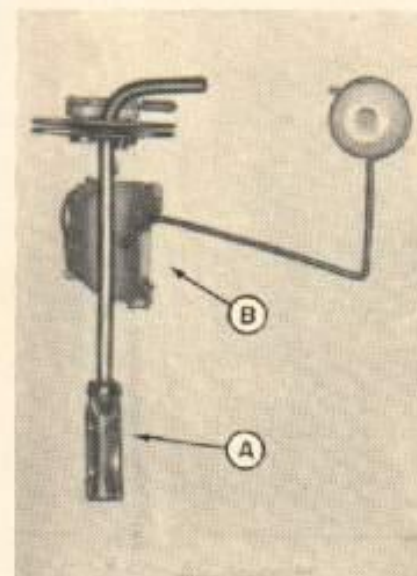

Fig. 16
b) En el tanque se encuentra un tubo de aspiración que termina en una cabeza de tela metálica filtrante. Es conveniente encargar periódicamente su limpieza a un Concesionario Citroën. Ver fig. 16.